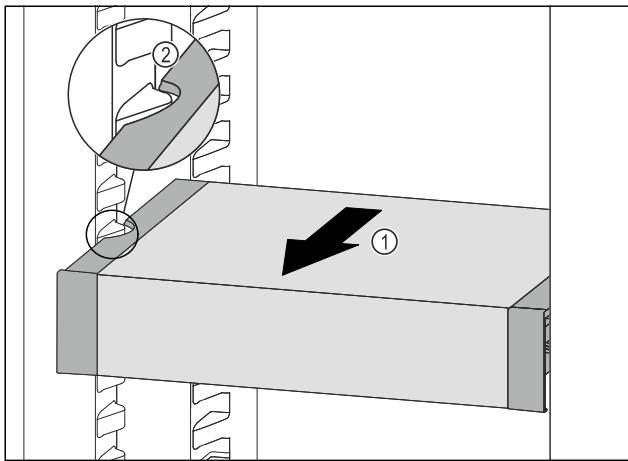

Fig. 138
- Изтеглете VarioSafe напред Fig. 138 (1), докато страничните прорези на VarioSafe се намират на височината на реброто на съда в хладилната част. Fig. 138 (2)